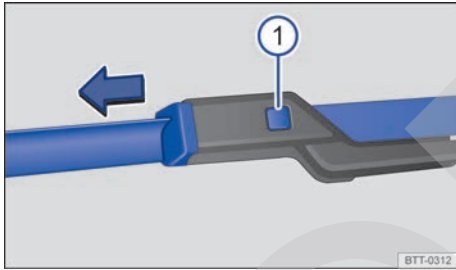

Fig. 177 Cambio de las escobillas limpiacristales del parabrisas.
- Mantenga presionada la tecla de desbloqueo → fig. 177 Ⓜ y tire al mismo tiempo de la escobilla en el sentido de la flecha.